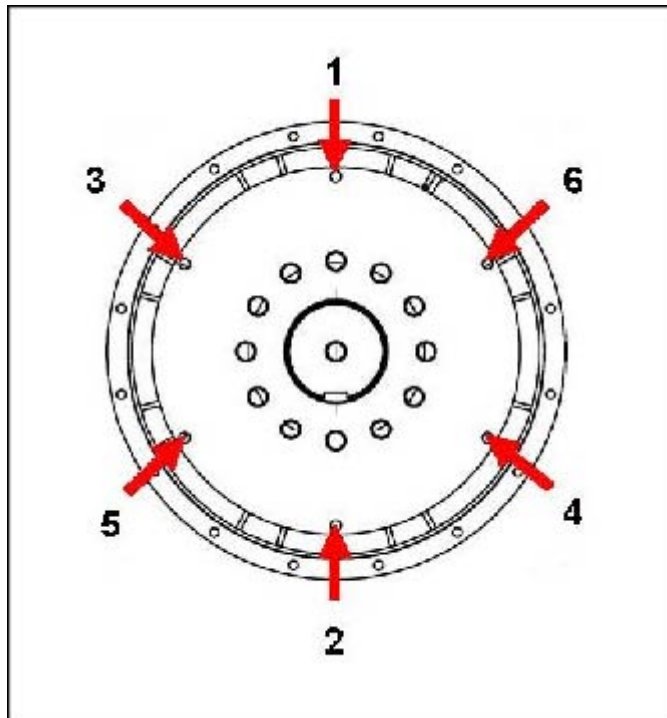

FIGURA 25. SEQUÊNCIA DE FIXAÇÃO NO VOLANTE DO MOTOR
10. Aperte os parafusos para fixar o disco de acoplamento no volante do motor, de acordo com a seqüência ilustrada em Figura 25 na página 45